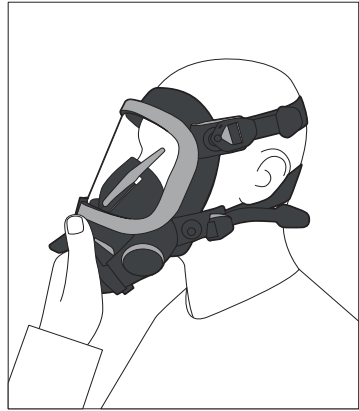

Рис. 4
2. Закрити з'єднувач маски долонею (рис. 4).